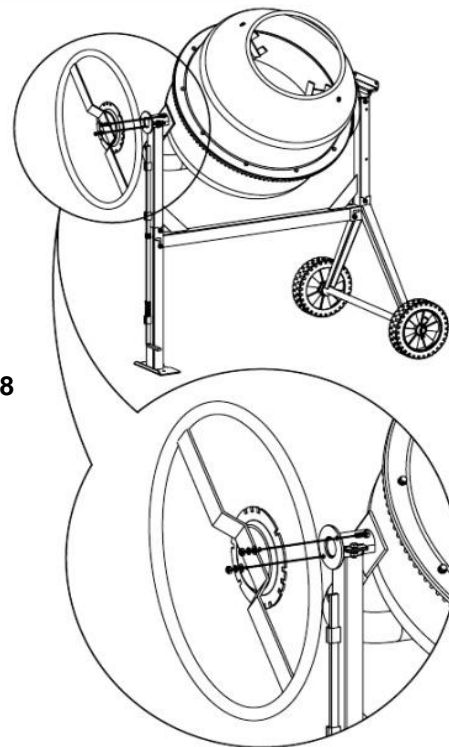

Рис. 8
- Наденьте диск-фиксатор на конец вала со стороны ножек стойки. Закрепите конструкцию двумя болтами М8х20, на каждый болт помещается гровер, шайба и гайка (См. Рис.8).